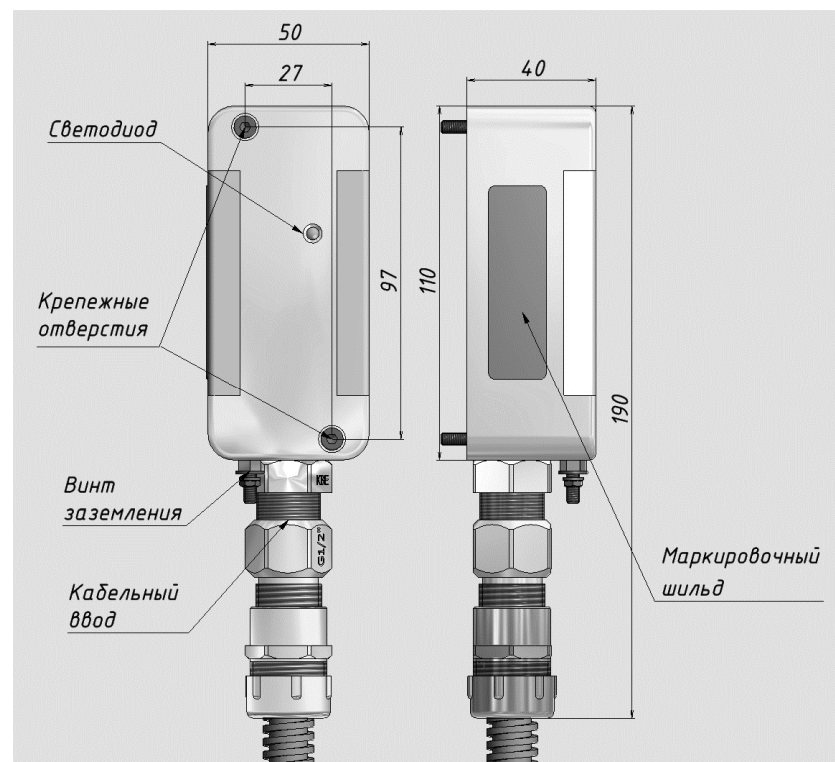

Рис.1 Габаритно-установочные размеры изделия
7.5 Считыватель крепится винтами или саморезами на место монтажа, в монтажные отверстия в соответствии с чертежом Рис.1.